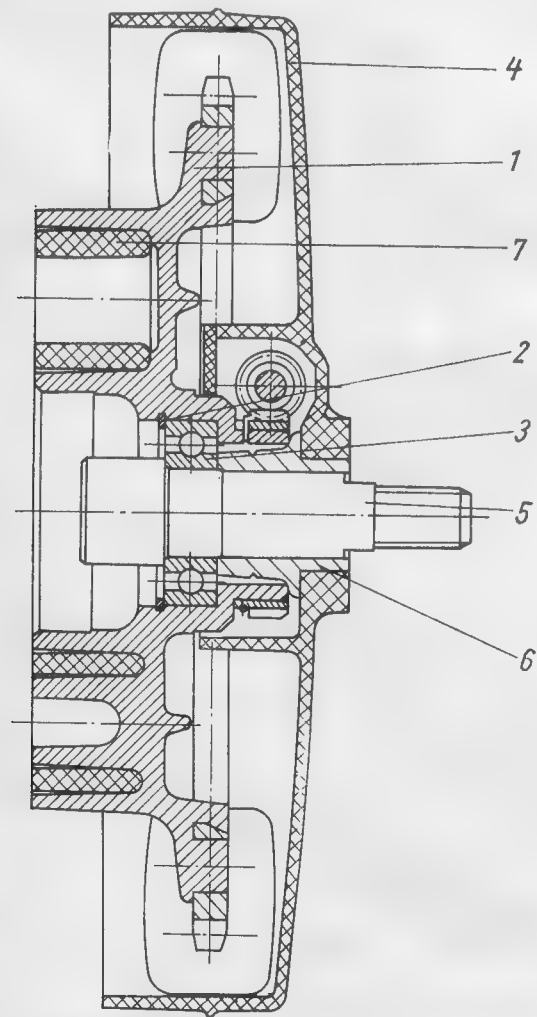

Bild 35. Hinterradantrieb der ETZ 125 und ETZ 150
– ETZ 125 und ETZ 150 (Bild 35):